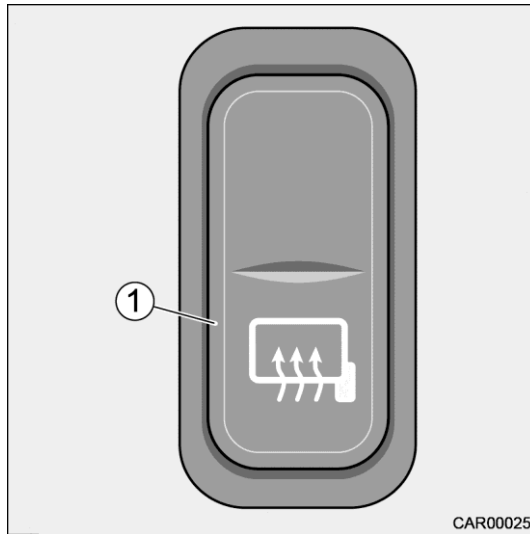

Fig. 35 Chauffage du rétroviseur
1. Actionner le commutateur (Fig. 35/1).